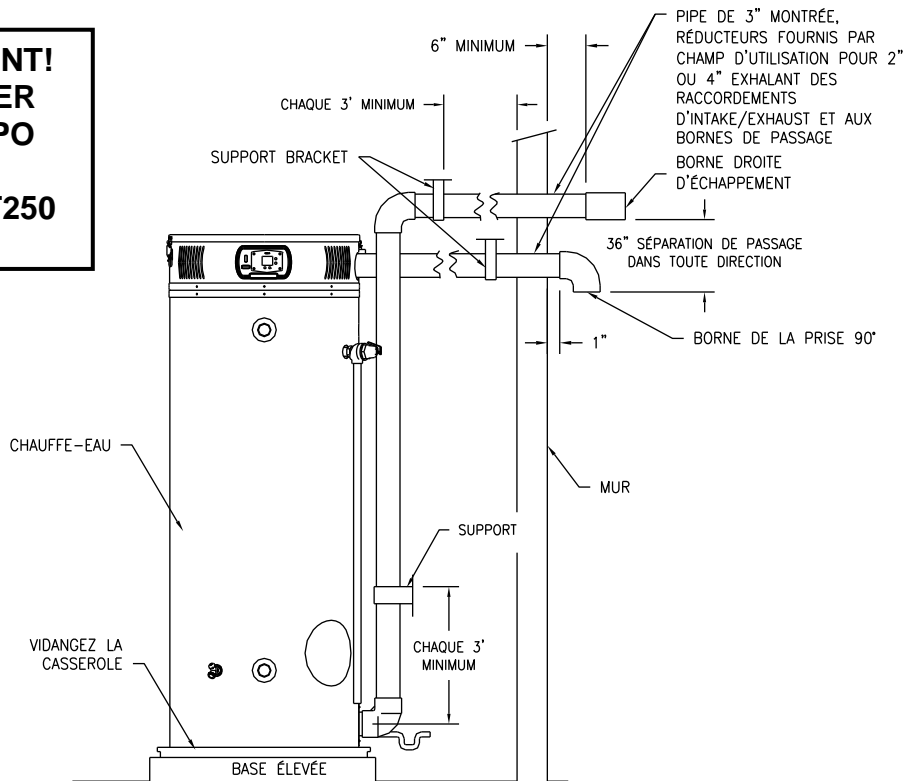

Figure 12 - Système de ventilation directe horizontale typique
2. Utilisez le ciment approprié pour fixer les terminaux d'évacuation et d'admission d'air fournies avec le chauffe-eau aux tuyaux. La distance entre le bord arrière du terminal d'évacuation des gaz de combustion et le mur extérieur (voir Figure 12) doit être de 6 po (15,2 cm), plus pour le terminal d'évacuation des gaz de combustion que pour le terminal d'admission d'air. Utilisez le ciment ou le scellant et les procédures d'assemblage appropriés pour fixer les joints du raccord de ventilation entre le terminal et la sortie du souffleur. Prévoyez des supports pour chaque 3 pi (0,92 m) d'évent horizontal au-delà du terminal d'admission.